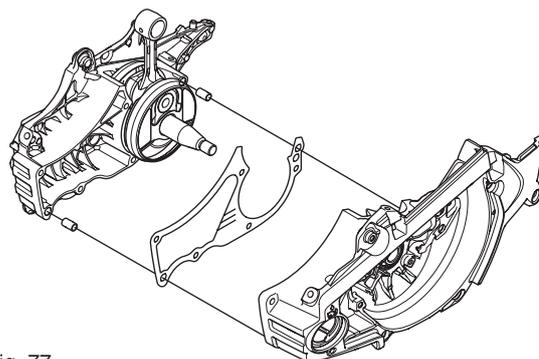

Fig. 77
Introduire l'ergot de guidage dans le demi-carter du côté de l'embrayage, graisser et poser la garniture (C). Voir figure 77.